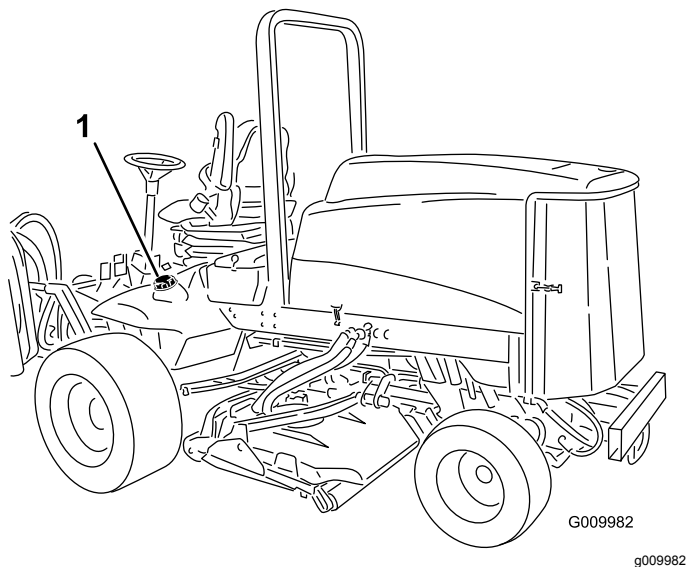

Figure 15
1. Enlevez le bouchon du réservoir de carburant (Figure 15).